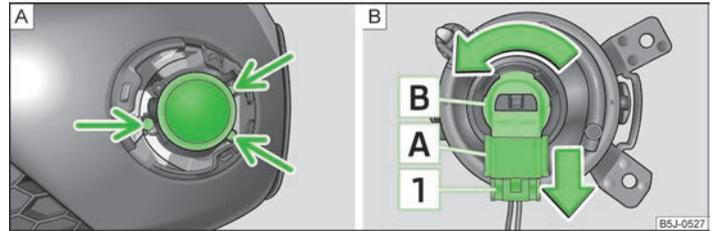

Abb. 152 Vorderer Stoßfänger: Nebelscheinwerfer / Nebelscheinwerfer: Glühlampe wechseln
- › Mit dem Schraubendreher » Seite 161, *Bordwerkzeug* die Schrauben » Abb. 152 - **A** herausdrehen.
- Die Sicherung **1** » Abb. 152 des Steckers **A** drücken und den Stecker aus der Fassung **B** herausziehen.